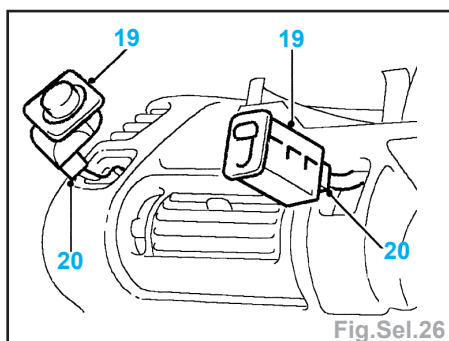

Fig.Sel.26
- Dégager les commutateurs (19) de rétroviseur et de réglage de niveau des phares (Fig.Sel.26).
- Débrancher les fiches (20) multibroches des commutateurs de rétroviseur et de réglage de niveau de phare.